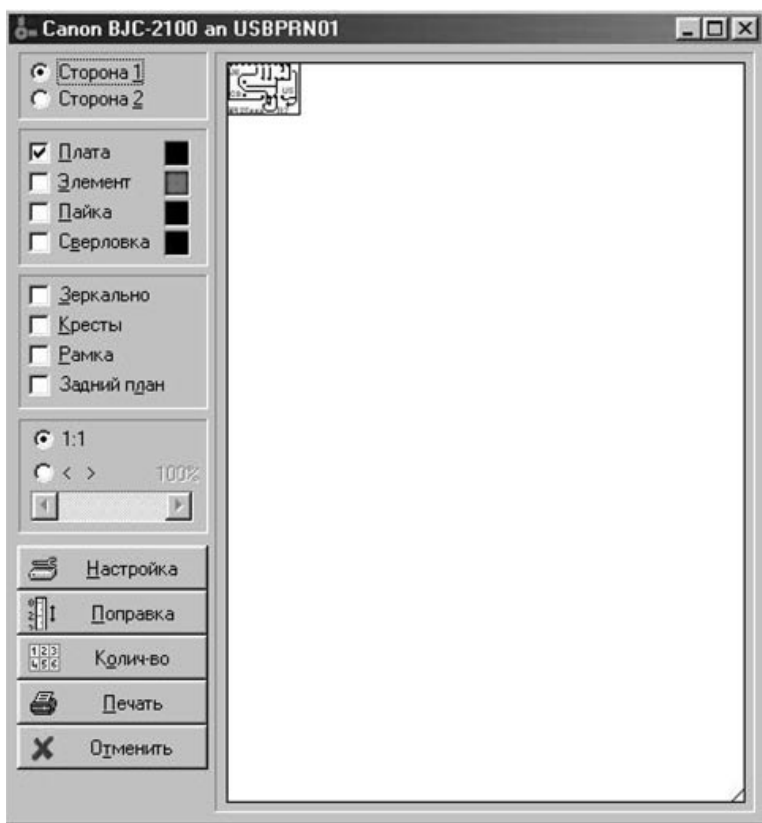

рис. 13
**Печать чертежей.** А теперь вернемся к сохраненному чертежу рис.10. Для вхождения в режим печати и вывода на принтер чертежа необходимо щелкнуть левой кнопкой мыши по значку принтера на **Панели стандартных инструментов** или выбрать в меню **Файл** строку **Печать**. При этом откроется окно рис.13, где две верхние строчки позволяют выбрать одну из двух сторон печатной платы для последующего вывода на печать: если галочку установить только в квадратике **Плата**, то на печать будут выводиться печатные проводники и надписи, выполненные в слое этих проводников. Если галочку установить только в квадратике **Элемент**, то